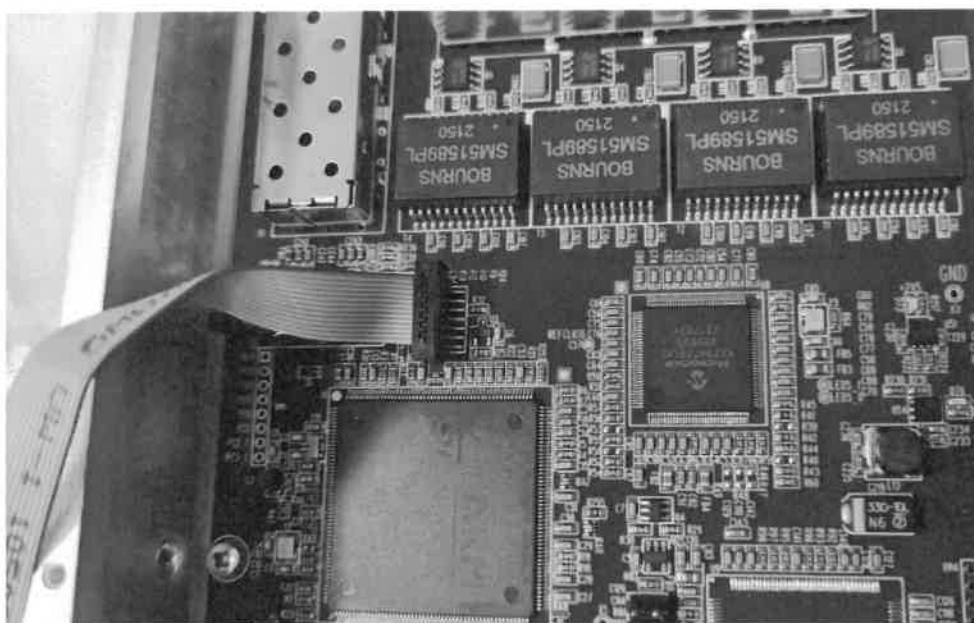

Рисунок 2 - Подключение жгута программатора для программирования микроконтроллера
1.3.2.3 Подключить жгут программатора к разъему XM2 для программирования микроконтроллера MR (рисунок 2).